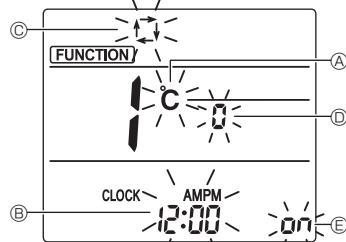

Fig. 4-11
- Verificare che il n. di funzione "1" sia visualizzato e poi premere il pulsante **SET** ③.
- Verrà visualizzata la schermata Impostazione della visualizzazione schermata. (Fig. 4-11)
- Premere il pulsante **↑ ↓** ④ per modificare il n. di funzione
4.12.2. Modifica dell'unità di temperatura (Fig. 4-11 Ⓐ)
- Premere il pulsante **TEMP** ⑤.
- Ad ogni pressione del pulsante **TEMP** ⑤, l'impostazione cambia da **℃** a **°F**.
4.12.3. Modifica della visualizzazione dell'ora (Fig. 4-11 Ⓑ)
- Premere il pulsante **TIME** ⑥.
- Ad ogni pressione del pulsante **TIME** ⑥, l'impostazione cambia da **12:00** a **24:00**.
4.12.4. Modifica del modo AUTO (Fig. 4-11 Ⓒ)
- Premere il pulsante **—** ⑦.
- Ad ogni pressione del pulsante **—** ⑦, l'impostazione cambia da **⌚** a **⌚⌚**.
4.12.5. Modifica del n. di coppia (Fig. 4-11 Ⓓ)
- Premere il pulsante **↑ ↓** ④.
- Ad ogni pressione del pulsante **↑ ↓** ④, viene modificato il n. di coppia 0-3.